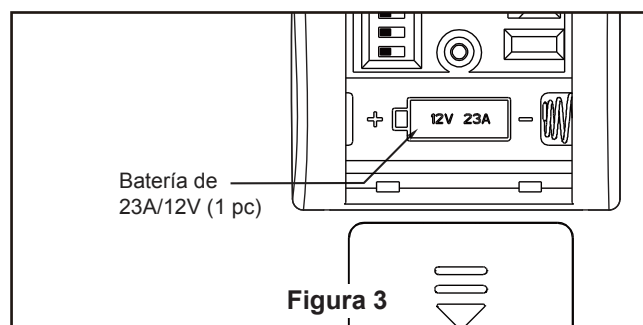

Figura 3
- ☐ 3. Para que el ventilador sea funcional, instale las pila (incluidas) de 23A/12V en el transmisor del mando a distancia. Mientras el ventilador esté apagado. A continuación, siga el proceso de fijación remota de código. Si no se utiliza el ventilador durante un largo periodo de tiempo, extraiga la batería para evitar cualquier daño al transmisor. Almacene el mando a distancia en un lugar alejado del calor o la humedad excesiva. (Figura 3)